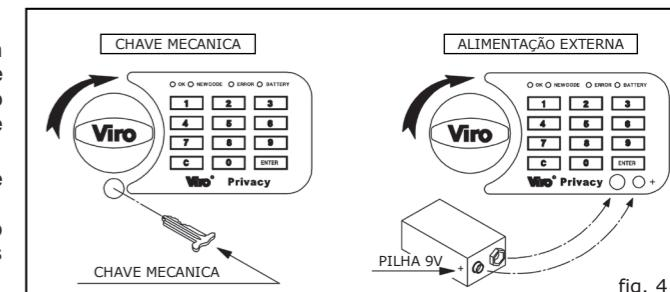

fig. 4
1. Remover el tapón de plástico puesto bajo del pomo y acceder al hueco donde introducir la llave (ver fig. 4).
1. Apoyar por medio de una mano la pila sobre los contactos apropiados del teclado (ver fig. 4) llevando atención a la polaridad.
1. Remover a tampa de plástico existente na porta de forma a aceder ao furo de introdução da chave (ver fig. 4).
1. Com uma mão encostar a pilha aos contactos colocados no teclado (ver fig. 4) tendo atenção às polaridades.